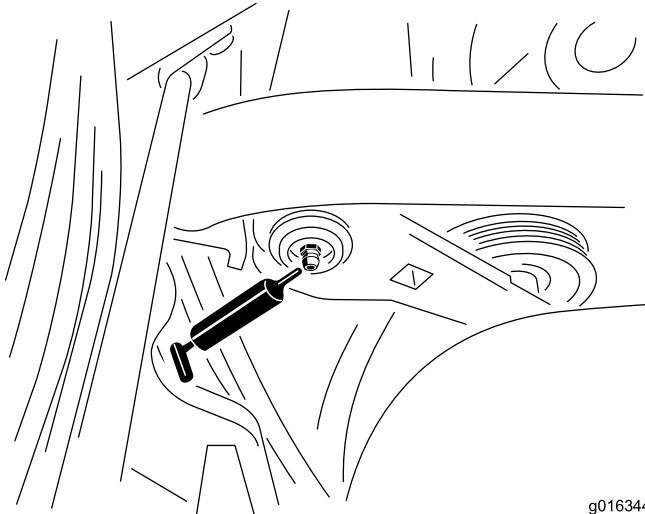

Bild 45
1. Wischen Sie die Schmiernippel ab, um das Eindringen von Fremdkörpern in die Lager und Büchsen zu vermeiden (Bild 45).